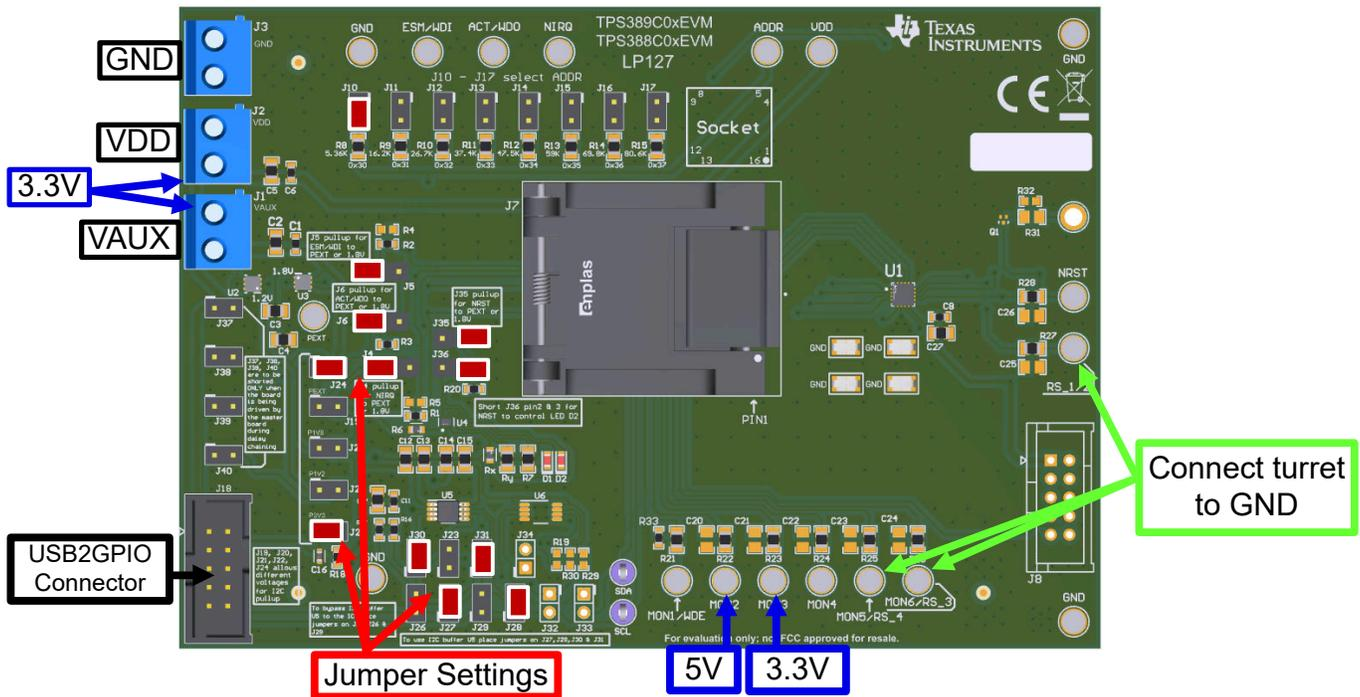

图 2-4. TPS389C0XEVM 监控两个电压电源轨
下面的示例显示了一个 TPS389C03-Q1，用于监控 TPS389C0XEVM 上的两个电压电源轨。在评估 TPS389C0XEVM 之前，请遵循节 2.2 和节 3.1.1 中的步骤。下面的图 2-4 显示了如何设置 TPS389C0XEVM 来监控两个电压电源轨。
4. 验证 TPS389C0XEVM 上的跳线设置 (在图 2-4 中以红色突出显示) 是否已设置。
6. 最终连接必须类似于图 2-4。